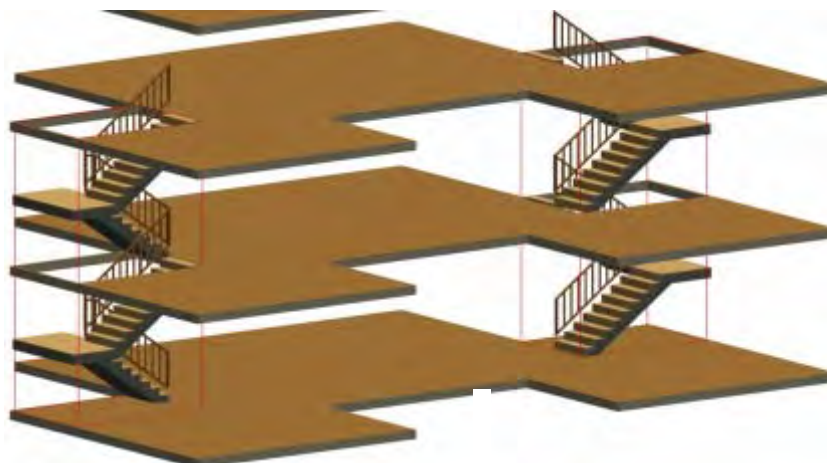

Рис. 105
22. Выберите команду **Вид > Элементы в 3D-виде > Показать все в 3D (с учетом фильтрации)**. В 3D-окне теперь будут представлены не только перекрытия с отверстиями, но и лестничные марши (рис. 105). Первый этап создания информационной модели здания завершен.